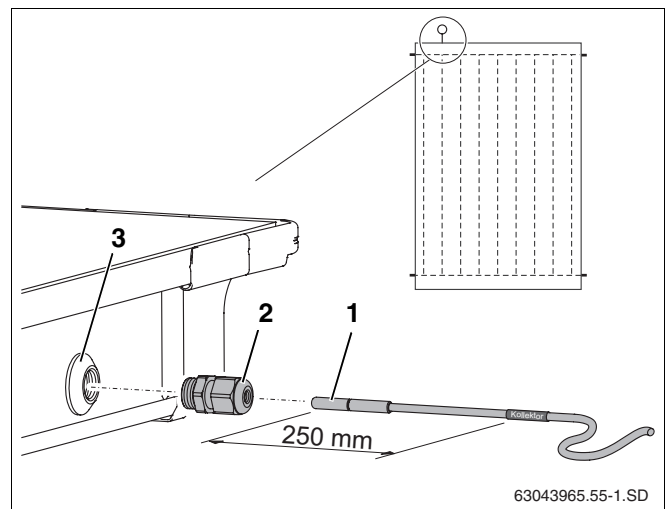

Fig. 33 Empurrar o sensor do colector no colector
Para um funcionamento sem problemas da instalação solar é necessário que o sensor do colector (fig. 33, **item 1**) seja empurrado até ao batente (corresponde a aprox. 250 mm) no tubo guia do sensor.
- ▶ Perfurar a camada de revestimento da passagem do sensor com o sensor do colector ou uma chave de parafusos (fig. 33, **item 3**).
- ▶ Apertar a união roscada de aperto (fig. 33, **item 2**) à passagem do sensor.
- ▶ Apertar a união roscada de aperto (fig. 33, **item 2**), se necessário, encostar.
Caso tenha perfurado a passagem do sensor (fig. 33, **item 3**) de um colector errado, esta deve ser vedada com o tampão do conjunto de ligação. Antes disso, deverá, com a ajuda de uma união roscada de cabo (fig. 33, **item 2**) retirar a porca que se encontra na passagem do sensor.